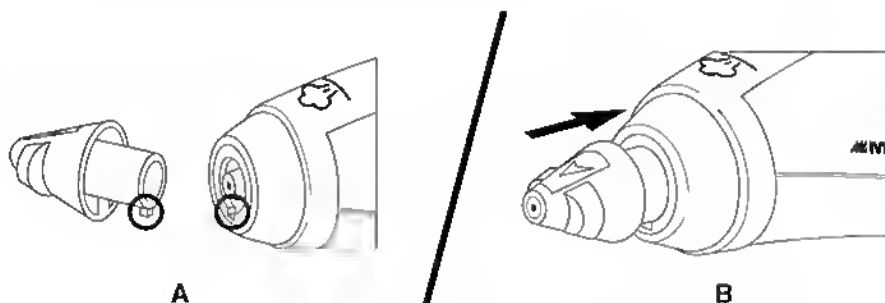

FIGURE 1
1. Alignez le Bec Droit / Bec à Angle / Brosse en Nylon Tout Usage avec le Bec à Vapeur comme illustré, en remarquant que les flèches sont sur le haut et le bas de l'accessoire. Soyez certain d'aligner la patte située sur l'accessoire avec la fente située sur le bas du Bec à Vapeur (FIGURE 1-A).
2. Poussez l'accessoire dans le Bec à Vapeur (FIGURE 1-B).